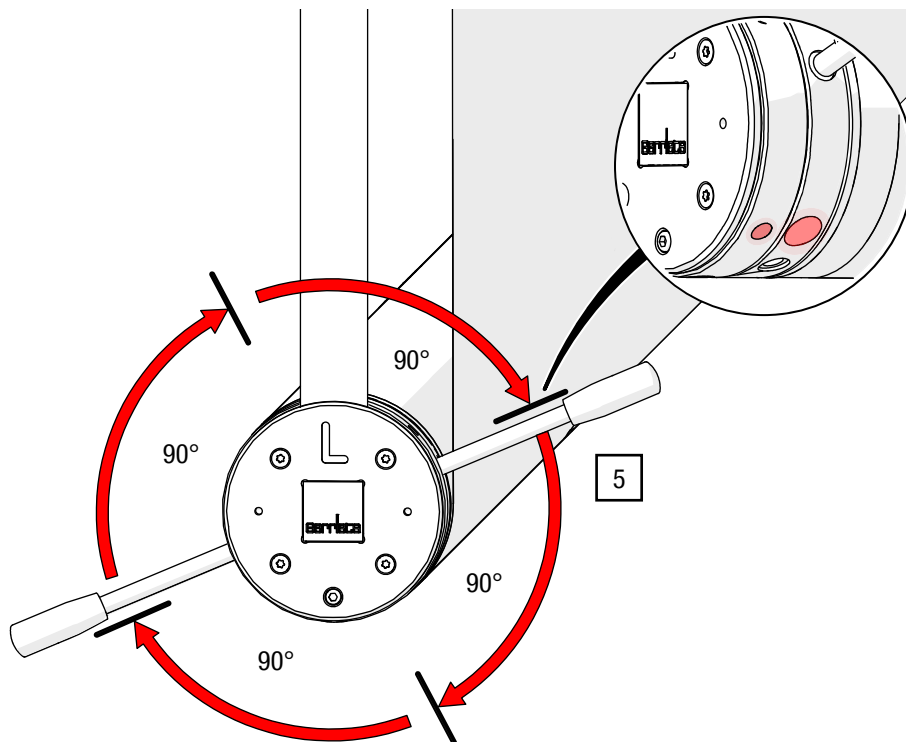

Abb. 32: Wickelfeder mit Spannhebel nachspannen
5. Drehen Sie mit den Spannhebeln den Spannring in Wickelrichtung, bis ausreichend Vorspannung erreicht wurde und achten Sie auf die Positionierung bei einem Indexpunkt (siehe Abb. 32).